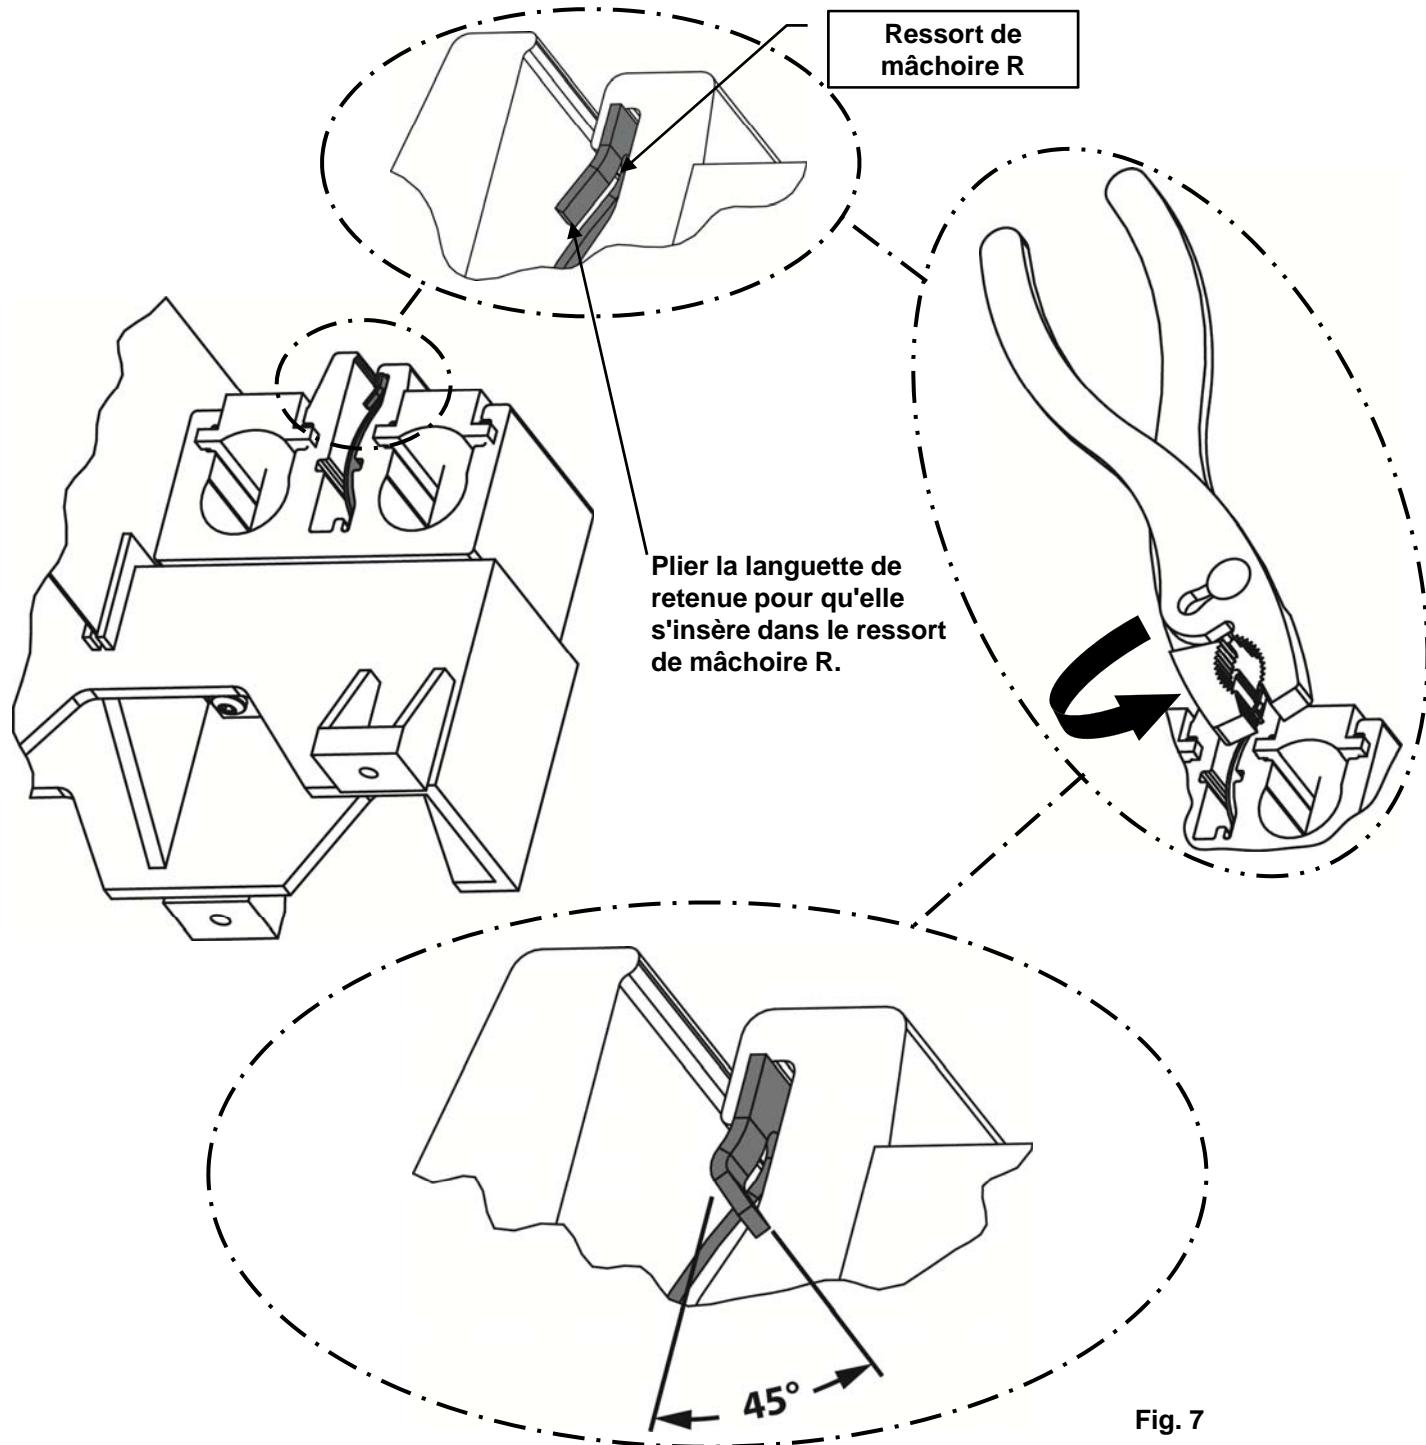

Fig. 7
- Une fois le ressort de mâchoire R bien inséré dans les canaux, plier la languette de retenue en saillie de l'autre côté du canal (Fig. 7) pour empêcher le ressort de tomber.